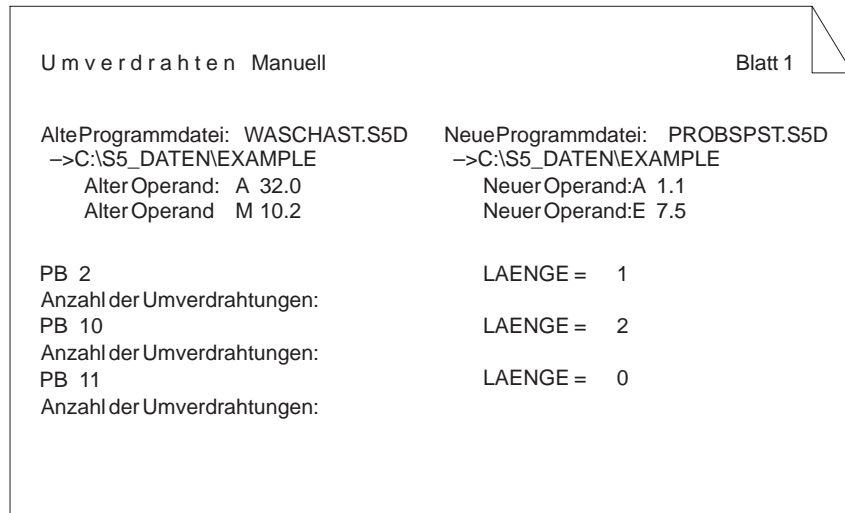

Bild 18-4 Drucker-Protokoll nach manuellem umverdrahten (Beispiel)
STEP 5 führt jetzt die Umbenennungen durch und gibt den Namen des bearbeiteten Bausteins im Protokoll *Umverdrahten manuell* aus (Bild 18-4).